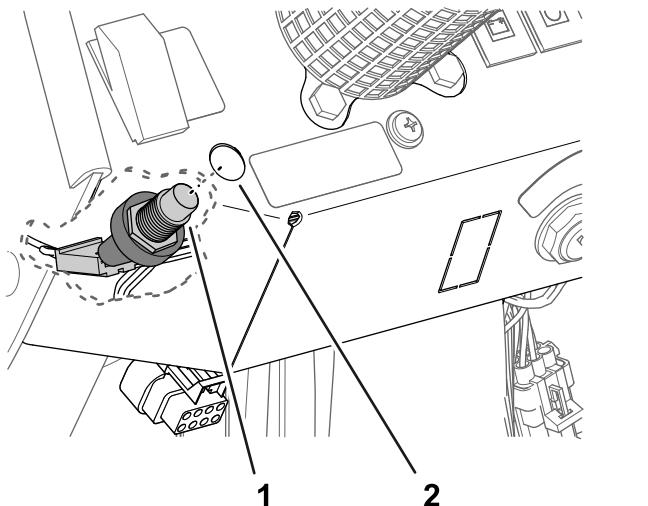

Figura 26
5. Desde debajo del salpicadero, pase el cuerpo del interruptor del claxon por el hueco (Figura 26) del salpicadero que hizo en el paso 1.